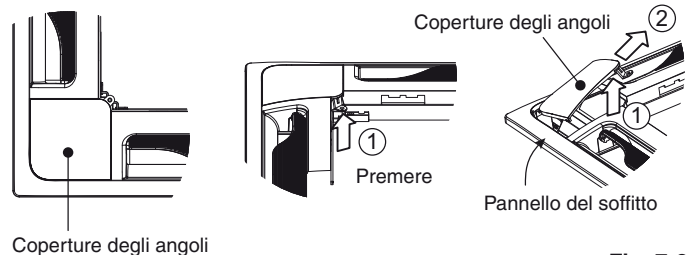

Fig. 7-6
- (2) Rimozione della copertura angolare
- a) Far scivolare i dispositivi di bloccaggio nella direzione della freccia ① per scollegare le cerniere (3 posizioni). Rimuovere in seguito la griglia di aspirazione dell'aria in direzione della freccia ②. (Fig. 7-6)